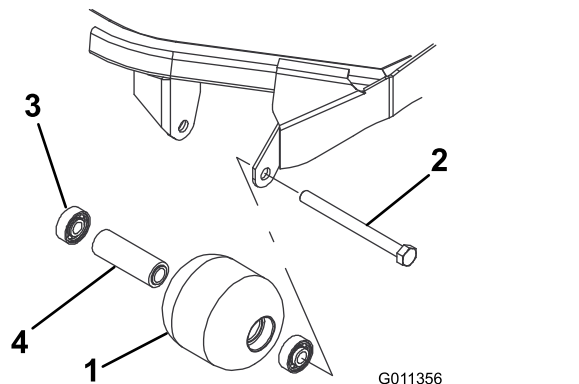

Figure 88
1. Retirez le boulon de fixation du galet (Figure 88).
4. Vérifiez l'état du logement de roulements, des roulements et de la douille d'écartement (Figure 88) Remplacez les composants endommagés et procédez au remontage.
1. Enfoncez le premier roulement dans le logement à la presse (Figure 88). Exercez la pression uniquement sur la bague extérieure ou uniformément sur les bagues intérieure et extérieure.
2. Insérez l'entretoise (Figure 88).
3. Enfoncez le second roulement dans le logement (Figure 88) en exerçant une pression uniforme